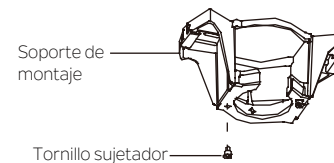

Fig. 6
**Paso 2 :** Ahora debe retirar uno de los dos tornillos sujetadores en el soporte de montaje y guárdelo para su uso posterior. Afloje el segundo tornillo sujetador sin quitarlo por completo. (Fig. 6)